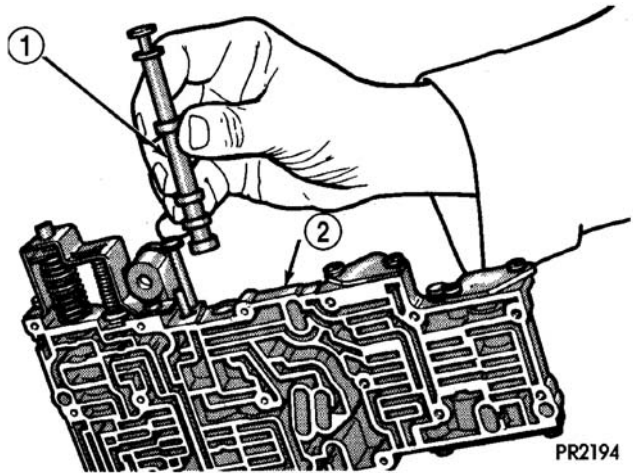

图 315 手动阀
(5) 从节气门轴拆下手动阀轴/杆（图 315）。
(7) 从阀体拆下手动阀（图 315）。